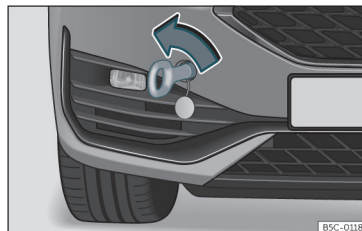

Fig. 48 Paraurti anteriore destro: occhiello di traino avvitato.
- Avvitare l'occhiello di traino nell'alloggiamento, ruotandolo fino in fondo in senso antiorario >>> fig. 48 >>> ⓘ. Utilizzare un oggetto idoneo per avvitare completamente e